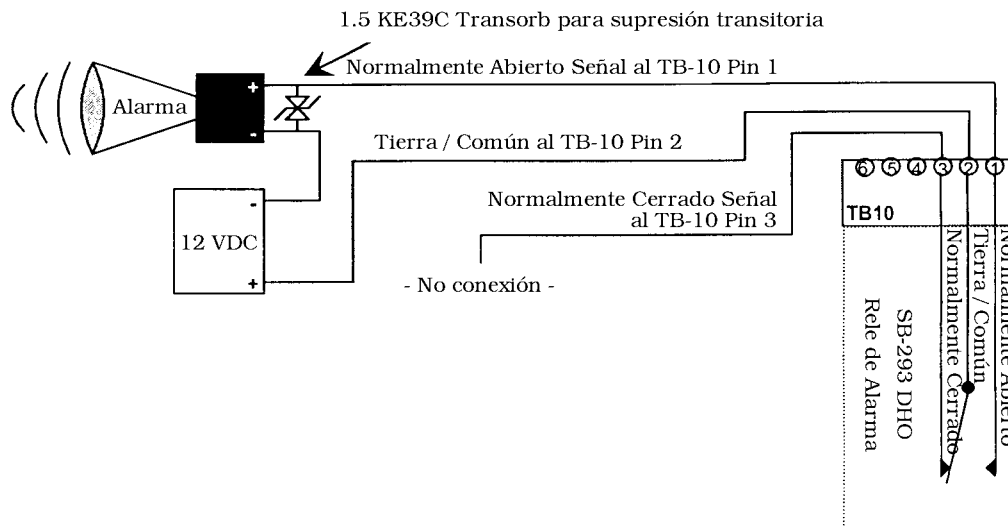

Figura 9: Alarma de Puerta Retenida Abierta (DHO) – Puerta - B
- Ve a Figura 9 para un dibujo de ejemplo de Relé Puerta B retenida (DHO)